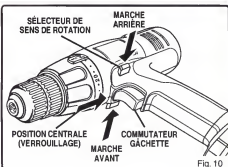

Fig. 10
- Mettre le sélecteur de sens de rotation en position centrale. Ceci met le commutateur de la gâchette en position d'arrêt. Voir la figure 10.
- Verrouiller la gâchette en mettant le sélecteur de sens de rotation en position centrale. Voir la figure 10.
- Mettre le sélecteur de sens de rotation en position centrale. Voir la figure 10.
Voir la figure 10.
VOIR LA FIGURE 10.